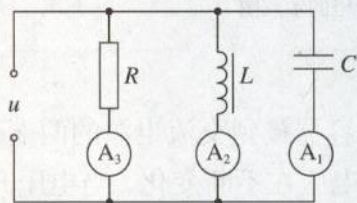

图 5.3-6 电流表如何变化?
- 如图 5.3-6 所示,交流电流表 A_1 、 A_2 、 A_3 分别与电容器 C 、线圈 L 和电阻 R 串联后接在同一个交流电源上,供电电压瞬时值为 $u_1 = U_m \sin \omega_1 t$,三个电流表各有不同的读数。现换另一个电源供电,供电电压瞬时值为 $u_2 = U_m \sin \omega_2 t$, $\omega_2 = 2\omega_1$ 。改换电源后,三个电流表的读数是否变化?如果有变化,各是增大还是减小?为什么?